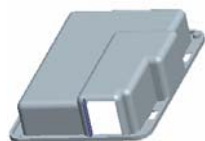
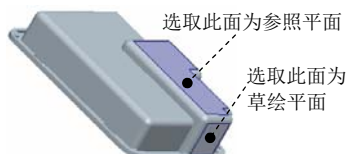

图 5.38.52 拉伸 6
图 5.38.53 定义草绘平面和参照平
Step14. 创建图 5.38.52 所示的拉伸特征 6。在操控板中单击“拉伸”按钮 **拉伸**。在操控板中按下“移除材料”按钮 **移除材料**。选取如图 5.38.53 所示的平面为草绘平面和参照平面，方向为 **顶**；单击 **草绘** 按钮，绘制图 5.38.54 所示的截面草图。在操控板中选择拉伸类型为 **全**，输入深度值 10.0。单击 **完成** 按钮，完成拉伸特征 6 的创作。